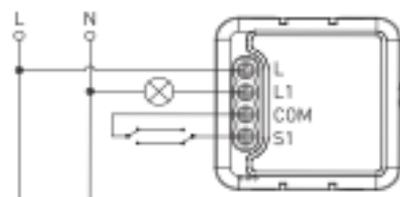

Рисунок 2.2
- с проходными выключателями (см. рисунок 2.2);